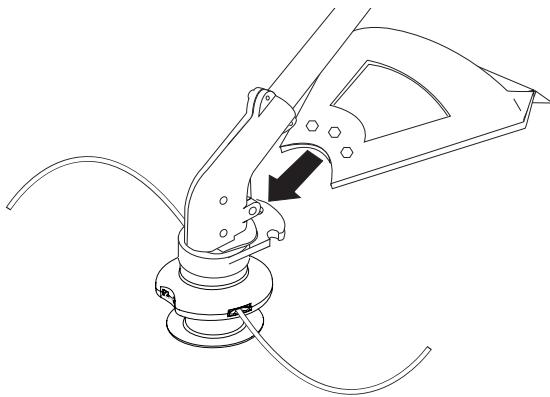

Fig. 4
- Deslice el protector accesorio de corte en el montaje del protector sobre el accesorio de corte. Alinee los orificios de los tornillos del protector con los orificios del accesorio de corte (Fig. 4).